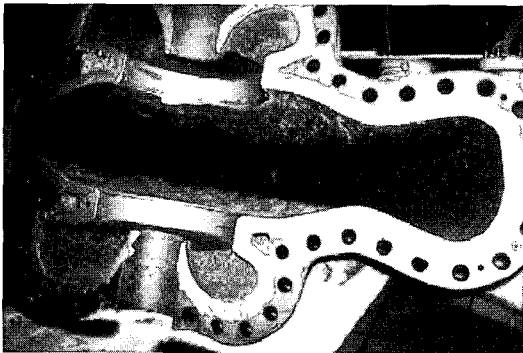

Fig. 2 케이싱과 임펠러의 손상
0.5 mm의 얇은 두께로 시공되는 Belzona Super-metalglide (Belzona 1341)는 윤활성분에 내마모성을 첨가하여 혼합한 피낭체 (Encapsulated)로 된 Coating제로써, 3년간에 걸친 조사와 연구개발을 통하여 유입된 이물질이 높은 유속에 의해 주게 되는 충격과 캐비테이션에 대한 내성이 우수한 제품으로 탄생하였다. 또한 아래 (Fig. 2)에서 보듯이 매우 매끄럽고 반짝이며 소수성 (疏水性)을 가지는 특성을 가지고 있으므로 마찰 손실을 감소시켜준다.